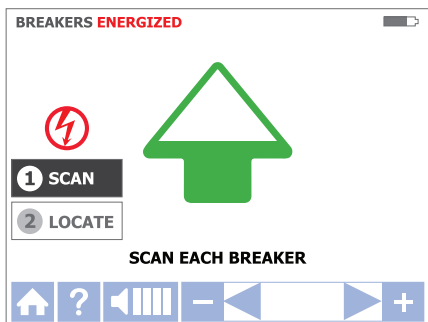

Figura 3.4b
- a. L'unità si avvierà automaticamente in modalità **1 Scansione**, come mostrato nella Figura 3.4b.